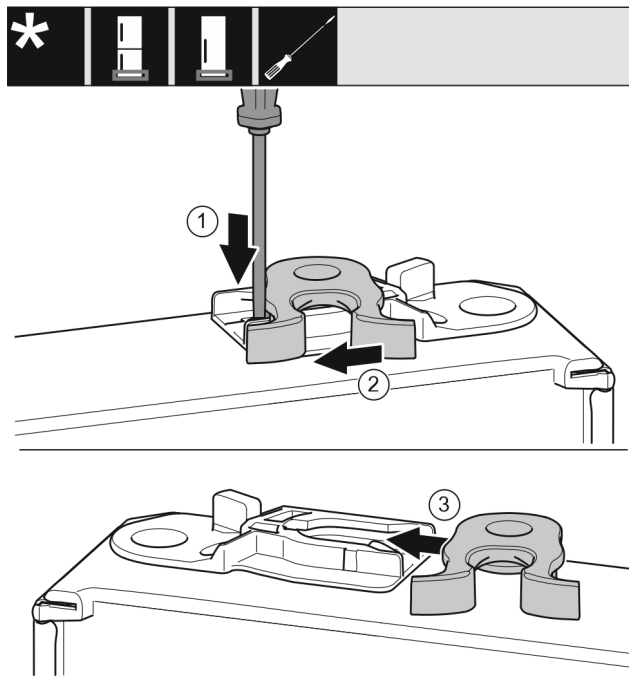

Fig. 20
- Прижмите накладку Fig. 20 (1) шлицевой отверткой вниз.
- Выведите запорный крючок Fig. 20 (2) из направляющей.
- Вставьте запорный крючок Fig. 20 (3) в направляющую с другой стороны.